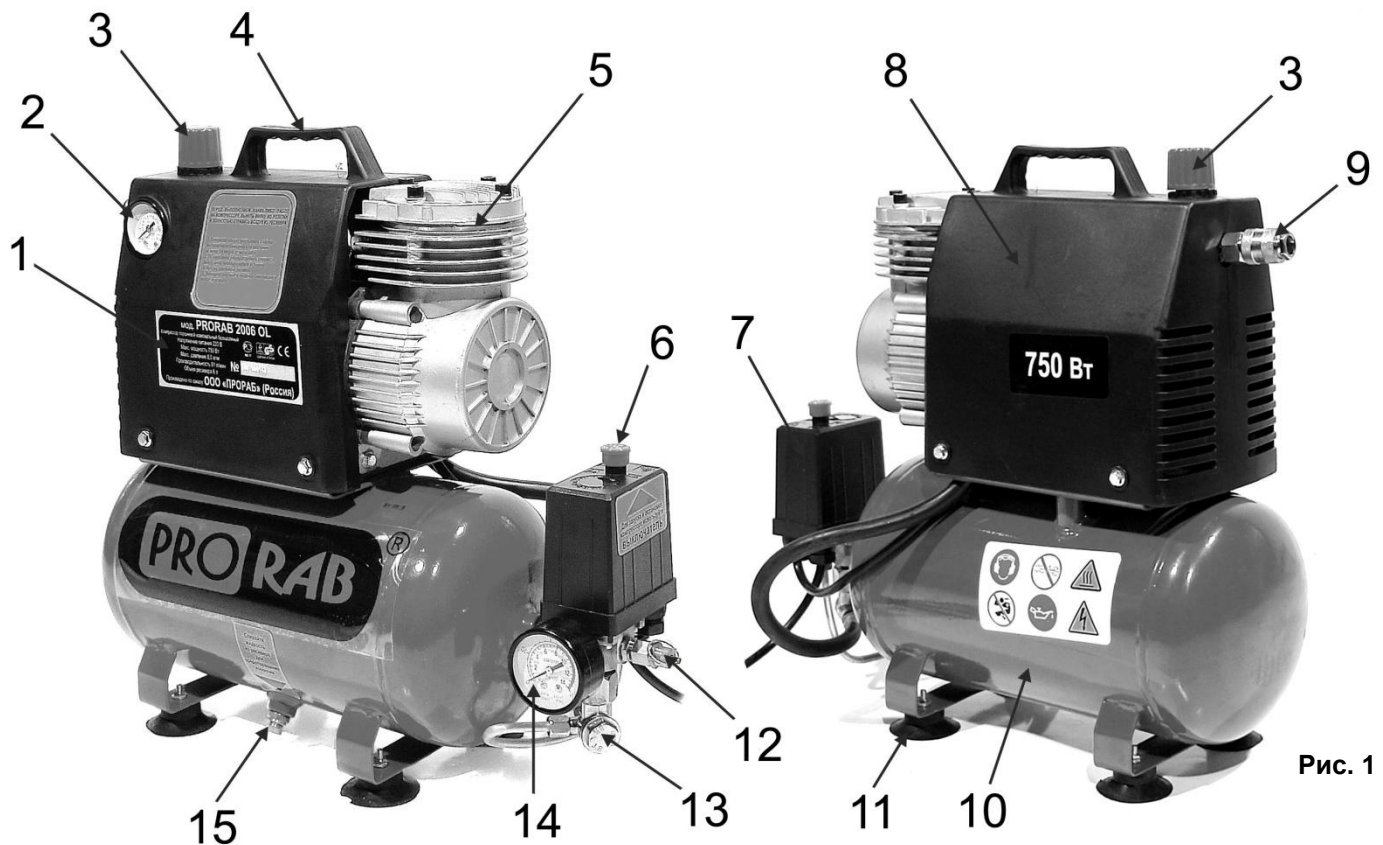

Рис. 1
3.2. Устройство и принцип работы (См. Рис.1)
- Ресивер (воздухосборник) (10)(См. Рис.1) служит для сбора сжатого воздуха, выравнивания пульсации воздуха, получающейся в результате возвратно-поступательного движения поршня компрессора. Ресивер является также основанием, на котором смонтированы остальные узлы и детали компрессора.
- Ресивер имеет штуцеры для установки реле давления (прессостата)(7), обратного клапана (13), крана слива конденсата (15), предохранительного клапана (12), а также монтажную платформу.
- Платформа предназначена для установки поршневого блока (5), электродвигателя, и защитного кожуха (8).
- Реле давления (прессостат)(7) служит для обеспечения работы компрессора в автоматическом режиме, поддержания рабочего давления в ресивере.
- Штуцер (9)(См. Рис.1) предназначен для подачи воздуха потребителю. Имеет быстросъемное соединение.
- Регулятор давления (3) предназначен для регулирования давления подаваемого воздуха.
- Клапан предохранительный (12) служит для ограничения максимального давления в ресивере, и отрегулирован на давление открывания, превышающее давление нагнетания, не более чем на 15%.
- Обратный клапан (13) обеспечивает подачу сжатого воздуха только в направлении от поршневого блока к ресиверу.
- Кран слива конденсата (15) служит для удаления конденсата из ресивера.
- Манометр (14) предназначен для контроля давления в ресивере.
- Манометр (2) предназначен для контроля давления воздуха на выходе к потребителю.
- Убедитесь в том, что кнопка пуска (6)(См. Рис.1) на реле давления (7) находится в положении «Выключено». Вставьте вилку сетевого шнура в розетку 220В / 50 Гц.
- Нажмите на кнопку пуска (6)(См. Рис.1) реле давления, чтобы установить ее в положение «Включено». В течение 10 мин компрессор должен работать без нагрузки в холостом режиме.
- Остановите компрессор, вновь нажав на кнопку пуска (6)(См. Рис.1).
- Присоедините к раздаточному штуцеру (9) шланг потребителя.
- **Для включения** нажмите на кнопку пуска (6)(См. Рис.1) на реле давления, чтобы установить ее в положение «Включено».
- Подсоедините шланг подачи сжатого воздуха к штуцеру (9)(См. Рис.1).
- Постоянное использование максимального давления на выходе необязательно в работе. Зачастую, используемый пневмоинструмент (например, краскораспылитель) требует меньшего давления (порядка 3 - 5 бар). В таких случаях рекомендуется выставлять требуемое давление при помощи регулятора (3)(См. Рис.1), что позволяет снизить нагрузку на компрессор, и соответственно увеличивает его ресурс.
- Дождитесь повышения давления в ресивере (10)(См. Рис.1) до максимального и срабатывания реле давления.
- Вращением по часовой (увеличение) или против часовой стрелки (уменьшение) регулятора давления (3)(См. Рис.1) установите необходимую величину давления, руководствуясь при этом показаниями манометра на выходе (2).